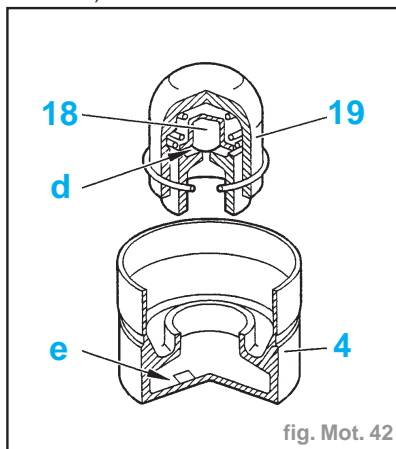

fig. Mot. 42
- Vérifier que les poussoirs hydrauliques (4) ne sont pas en extension maximum
en comprimant le piston (19) dans le poussoir entre le pouce et l'index (fig. Mot. 42).